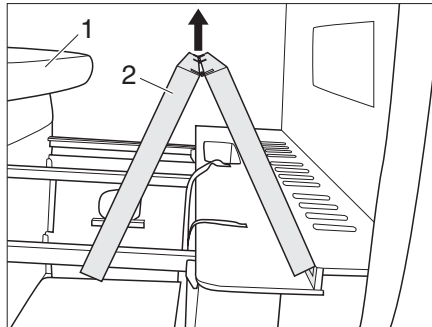

Bild 50 Vik ihop lamellramen
- ▶ Placera madrassen (Bild 50,1) på fordonets vänstra sida.
- ▶ Lyft upp och fäll ihop lamellramen (Bild 50,2) .